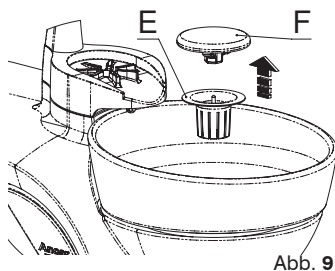

Abb. 9
Um Verspritzen sowie das Eindringen von Feststoffen zu vermeiden, ist das Mundspülbecken am Ablauf mit einem Filter (E) und einer Abdeckung (F) ausgestattet. (Abb. 9).